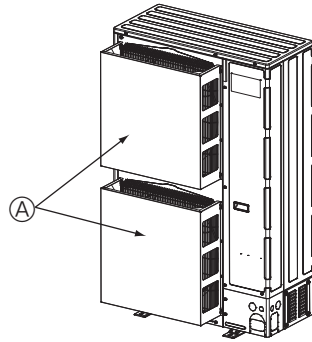

Fig. 2-17
- ② Եթե օդառակիչը տեղադրված է այնպիսի վայրում, որտեղ հնարավոր են ուժեղ քամիներ, փոթորիկներ և օդափոխման վանդակը պաշտպանված չէ, ապա տեղադրեք օդի արտաթողքի լրացուցիչ պաշտպանիչ օդամուկ: (Fig. 2-17)